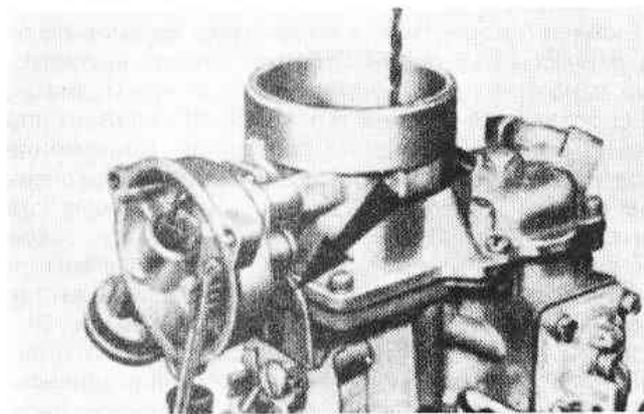

Рис.3.29. Точка регулировки метки "V" (Разд.24)
4. **Установка V-образной метки:** Привяжите к тяге заслонки резиновую ленту, чтобы она удерживала заслонку в закрытом положении. Откройте дроссельную заслонку и отпустите, чтобы убедиться, что воздушная заслонка полностью закрывается. Установите сверло соответствующего диаметра между краем заслонки и стенкой воздухопровода со стороны ускорительного насоса. Частично откройте дроссельную заслонку, чтобы кулачок повышения оборотов холостого хода встал в рабочее положение. Когда тяга управления воздушной заслонки окажется в конце прорези кулачка повышения оборотов холостого хода, подогните тягу в месте, указанном стрелкой на Рис. 3.29, чтобы метка в виде буквы V на кулачке совпала с концом рычага